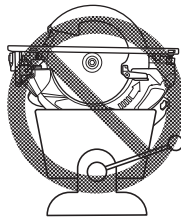

图4
5. 请勿用被虎钳颠倒夹住的电圆锯进行锯割。这种做法非常危险，会造成严重事故。(图4)